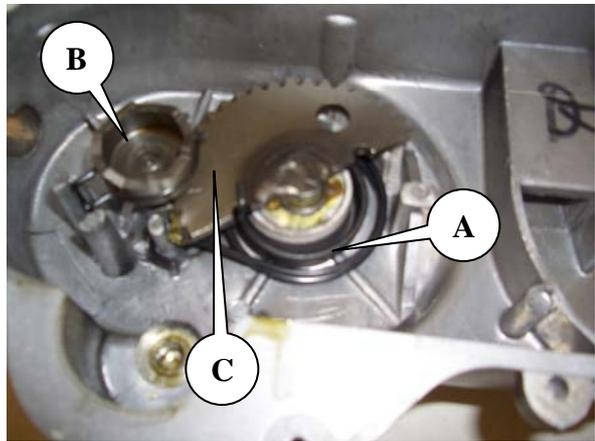

Abb.4
5. Hängen Sie die Torsionsfeder A der Starterwelle aus und überprüfen Sie diese auf Spannkraft. (Abb. 4)
6. Entfernen Sie das Kickstarterantriebsrad und überprüfen Sie es auf Abnutzung oder Beschädigungen. (B in Abb. 4)
7. Entnehmen Sie die Starterwelle (C in Abb.4).